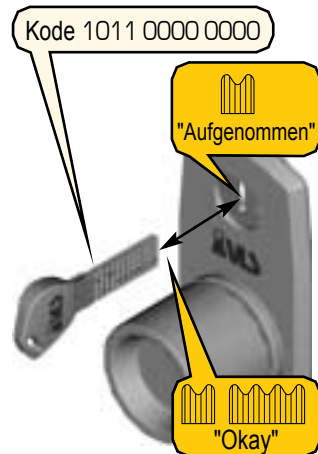

Abbildung 30 - Freigabe des Betriebskodes Nr. 2
2. Wählen Sie den Kode des Arbeitsganges für Freigabe 1011 0000 0000 (Abb. 30) auf dem Schlüssel zur Freigabe des Betriebskodes Nr. 2.